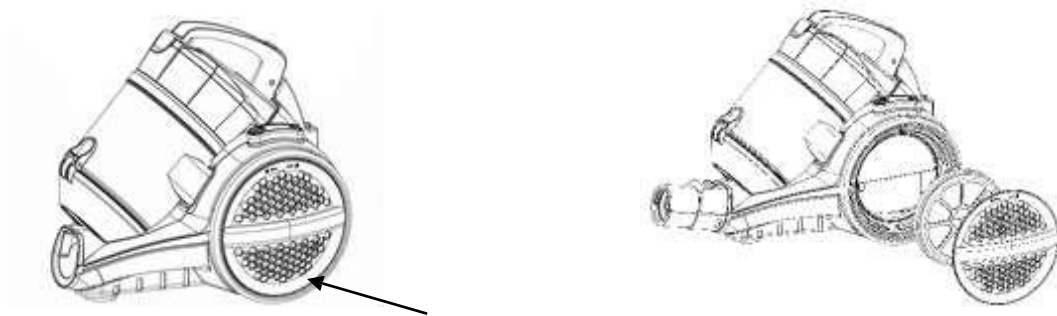

Рис. 10
2. Поверніть кришку колеса (рис. 10) проти годинникової стрілки до характерного звуку клацання, зніміть кришку та вийміть фільтр.
5. Встановіть на місце повітровипускний фільтр (або замініть його на новий) і закрийте кришку колеса, вставивши її на місце символом розімкненого замка вверху, поверніть її за годинниковою стрілкою до характерного звуку клацання (Рис.10).